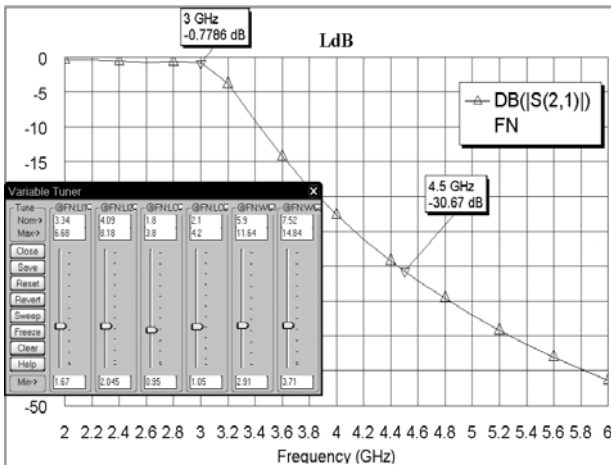

Рис. 2.7
6. Щёлкните по значку **Tune** на панели инструментов. Двигая движки переменных на блоке настройки, добейтесь нужной характеристики (рис. 2.7). При необходимости можно изменить пределы регулировки переменных, изменяя значения в полях **Max->** и **Min->** на блоке настройки.